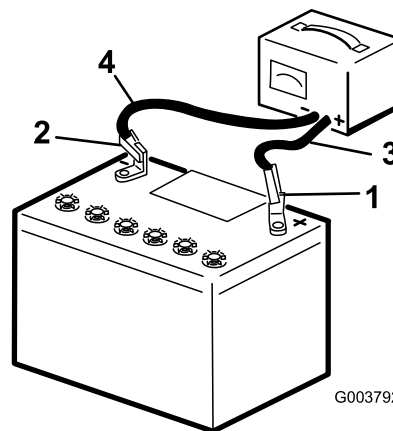

Figura 42
2. Caricate la batteria a 3–4 ampere per 4–8 ore (Figura 42). Non sovraccaricate.
3. Quando la batteria è completamente carica, staccate il caricabatterie dalla presa elettrica e scollegate i cavi di ricarica dai poli della batteria (Figura 42).